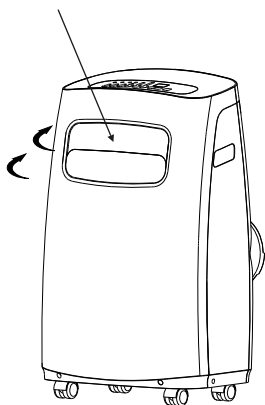

Imagen4
- **Regular la dirección del flujo de aire de forma automática (Imagen 4):**